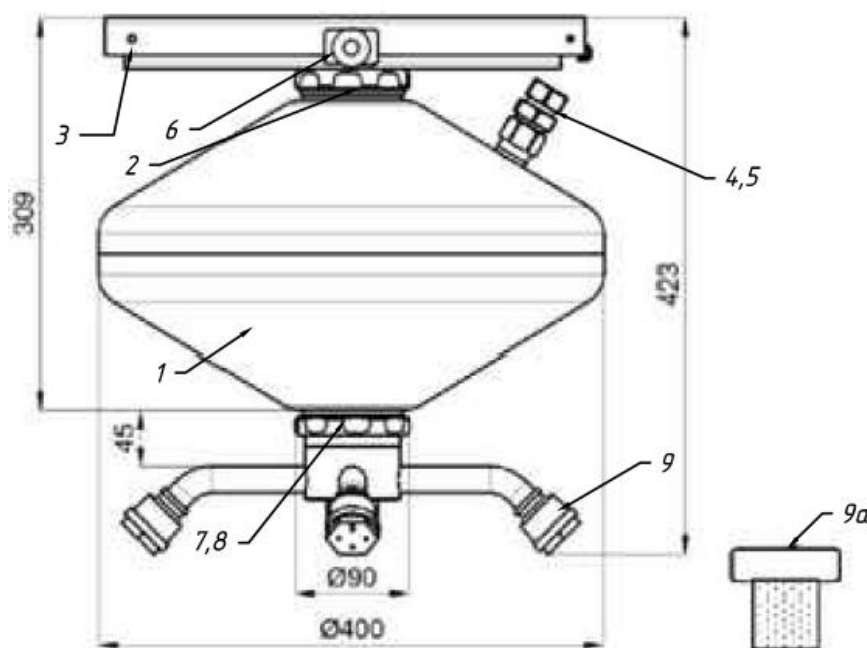

Рис. 1
3.1 Общий вид модуля* «ТРВ-Гарант - 14,5-11» газогенераторного типа, с комбинированным насадком - распылителем представлен на рис.1.